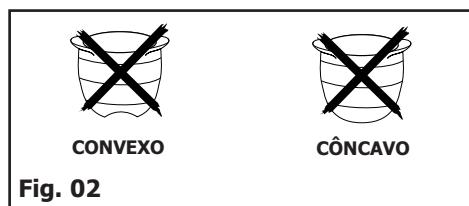

Fig. 02
- Não utilize recipientes com fundo côncavo ou convexo (Fig. 02).